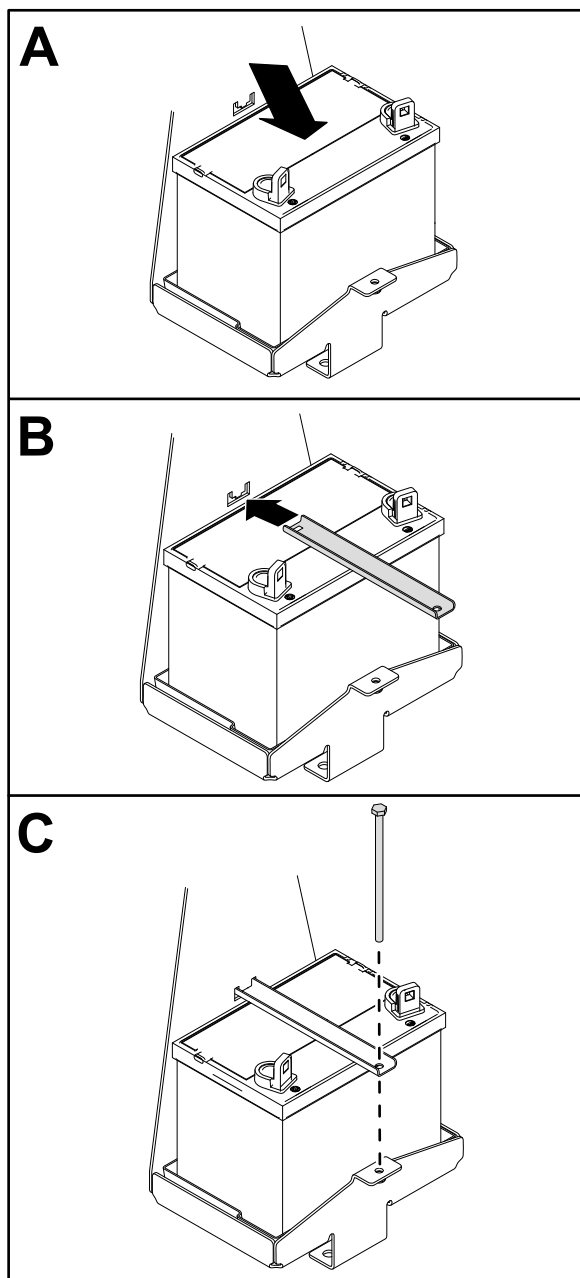

Figura 39
1. Montai bateria în modul indicat în Figura 39.